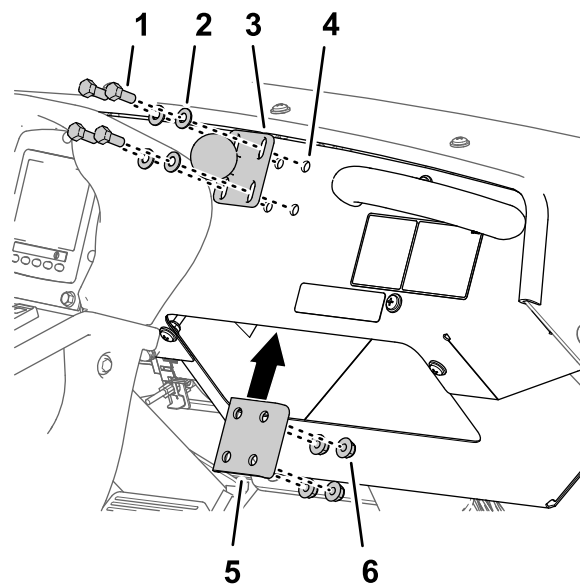

Рисунок 130
1. Установите опору шарового шарнира на приборную панель при помощи 4 болтов с фланцевыми головками (¼ x 1-½ дюйма), усиливающей пластины и фланцевой контргайки (¼ дюйма), как показано на Рисунок 130.